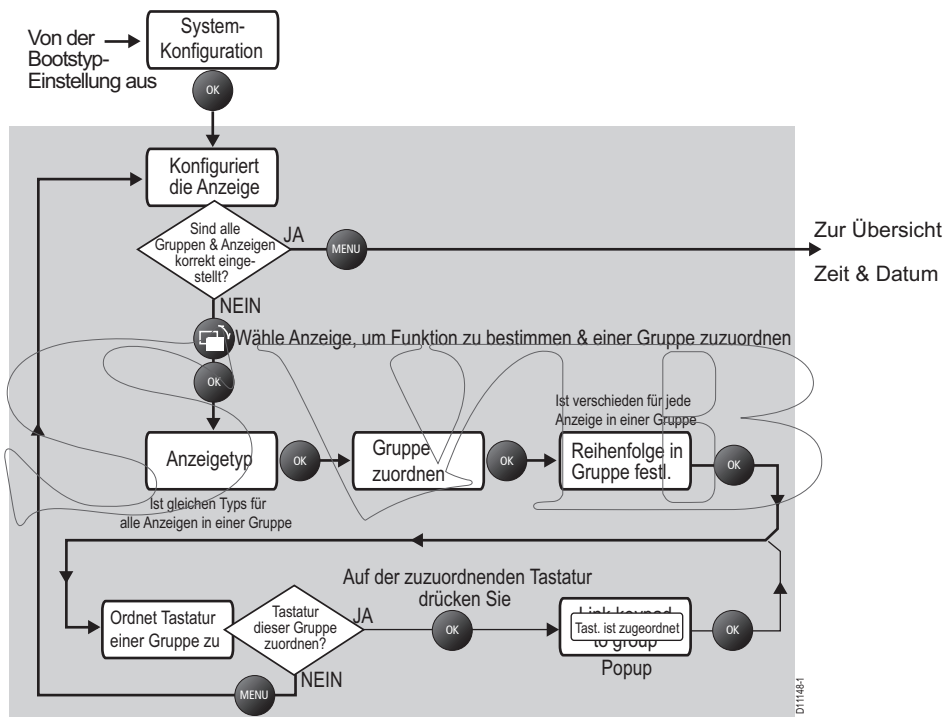

Abb. 1-2: Übersicht Displaytypen & -gruppen-Setup
- Displaytypen & -gruppen einstellen (siehe Abb. 1-2)
Während des ersten Setups bestimmen Sie, ob ein ST70+ Display als Instrumenten- oder als Autopilot-Tastatur fungieren soll; danach werden Instrumenten- und Autopilot-Tastaturen Gruppen zugewiesen (siehe Abb. 1-2: ,*Übersicht Displaytypen & -gruppen-Setup*). Jede Gruppe wird mit einer oder mehreren normalen Tastaturen bedient. Sie könnten z.B. alle am Steuerstand installierten Instrumente einer Gruppe zuweisen und diese über eine einzige Tastatur bedienen.